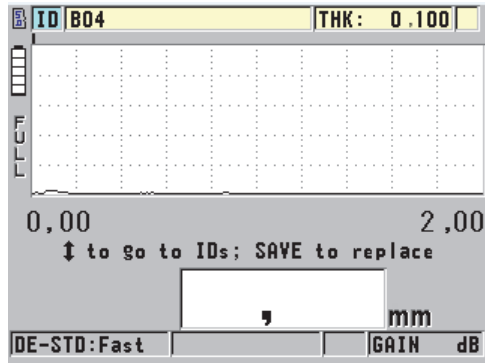

Figura 6-46 Regreso a la pantalla de medición
El 45MG regresa a la pantalla de medición y activa el número de identificación (ID) de valor mínimo seleccionado (véase la Figura 6-46 en la página 144).